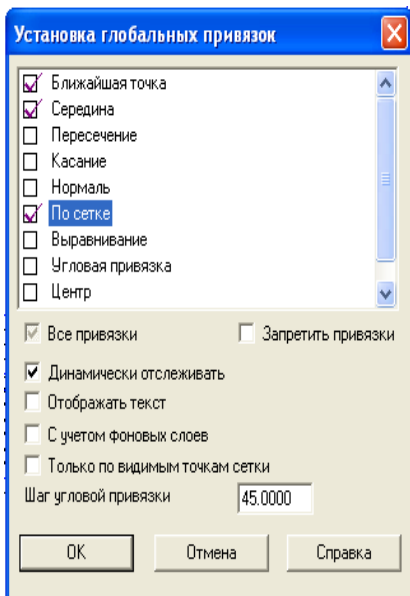

Рис.35 Чтобы перейти к другой команде, не забывайте нажать клавишу <Esc>.
7. Установите привязки точек по СЕТКЕ и нажмите на ОК (рис.35).